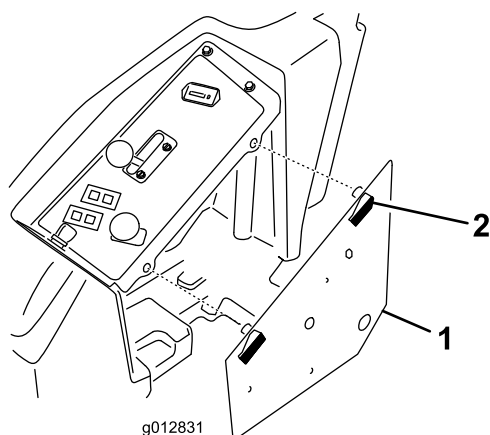

**Figure 21**
1. Sur le côté droit de la machine, montez 6 relais sur le support à l'aide de 6 boulons (1/4 x 1/2 po) et 6 écrous (1/4 po), comme montré à la Figure 21.
3. À l'aide d'un boulon (1/4 x 3/4 po), d'un écrou (1/4 po) et du boulon et de l'écrou que vous venez de retirer, montez le support de relais sur la machine (Figure 21).